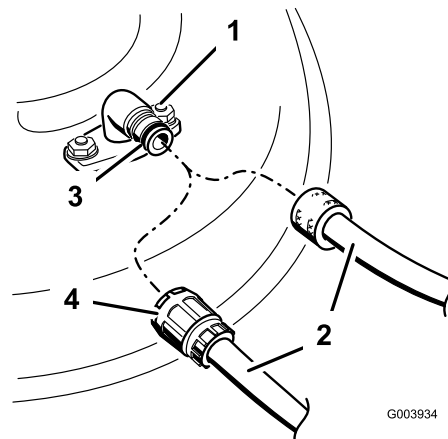

**Figura 47**
- Localice los elementos mostrados en la Figura 47.
- Retire la tuerca (3/8 pulg.) de la varilla (debajo del cortacésped) (Figura 47).
- Deslice la varilla para retirarla del espaciador corto, de la arandela de freno interna, del muelle y del deflector de hierba (Figura 47). Retire el deflector de hierba dañado o desgastado.
- Cambie el deflector de hierba y la arandela de freno interna (Figura 47).
- Coloque el muelle sobre la varilla, con los extremos de los alambres hacia abajo, y entre los soportes del deflector de hierba. Deslice la varilla por el segundo soporte del deflector de hierba y por la arandela de freno interna (Figura 47).
- Introduzca la varilla, en la parte delantera del deflector de hierba, por el espaciador corto de la plataforma. Fije el extremo trasero de la varilla en el cortacésped con una tuerca (3/8 pulg.) (Figura 47).